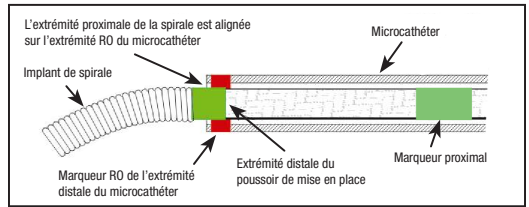

Figure 4 : Position des marqueurs pour le détachement
28. Avancer la spirale dans le site souhaité jusqu'à ce que le marqueur radio-opaque sur le pousoir de mise en place soit aligné ou en position légèrement distale par rapport au marqueur RO de l'extrémité distale du microcathéter, en positionnant la zone de détachement juste à l'extérieur de l'extrémité du microcathéter. Voir Figure 4.